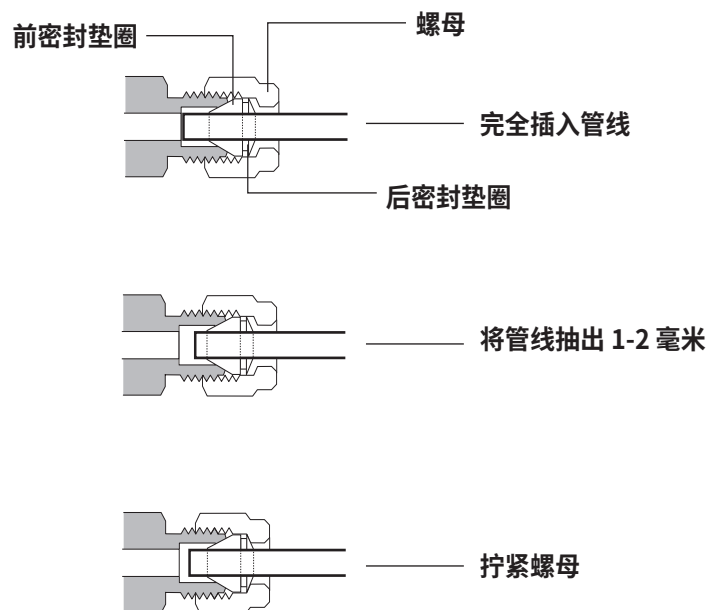

图 15. 插入管线
- 4 将管线完全推入插头中，然后将其抽出大约 1 至 2 毫米（请参见图 15）。